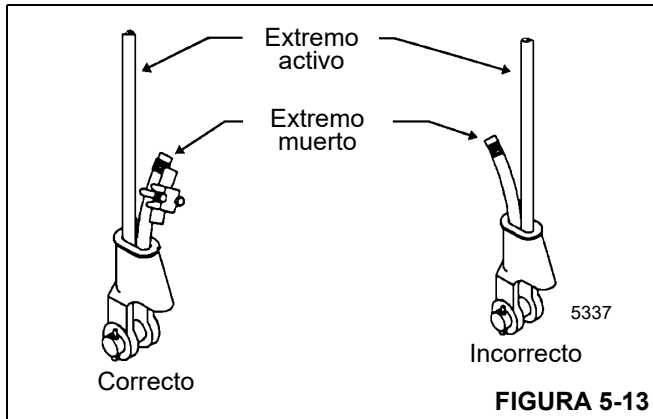

FIGURA 5-13
3. Verifique de que el lado del extremo activo del cable (Figura 5-13) quede directamente en línea con las orejetas del receptáculo y en el sentido de la tracción que se aplicará al cable. Si el cable no se instala correctamente en el receptáculo, el cable se doblará bajo carga a medida que sale del receptáculo. El borde del receptáculo desgastará el cable, causando daños y la probabilidad de que falle.